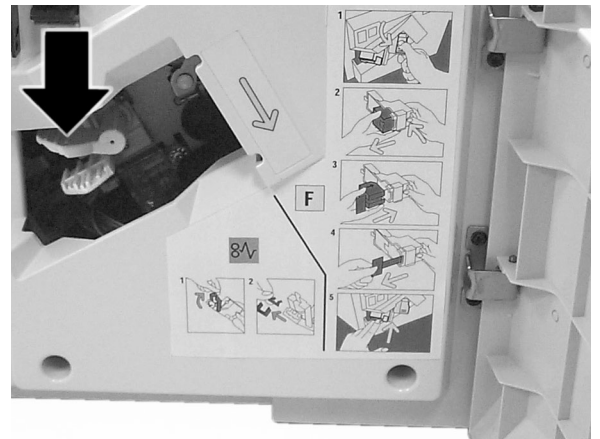

Figura 3: Modo de hacer presión sobre los cierres dorados
- 2 Haga presión sobre los cierres dorados hasta que se suelte el cartucho de grapas (Figura 3).